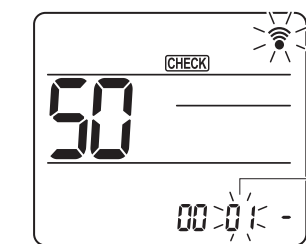

Fig. 6-18
- ③ Wybieranie trybu
Nacisnąć przycisk [↓], aby ustawić numer trybu ②. (Fig. 6-18)